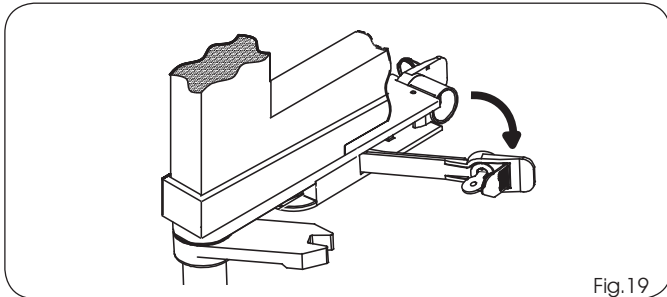

Fig.19
- 10) Libere el desbloqueo mecánico (fig. 19) consultando el apartado 7.2.